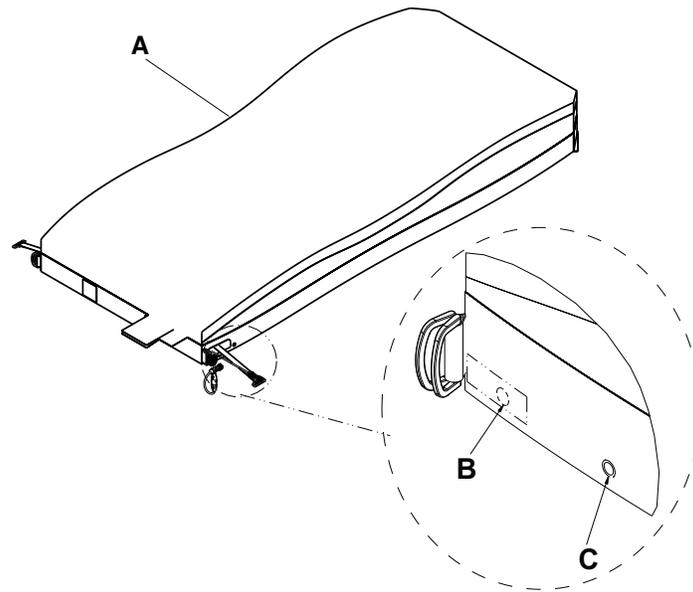

Figure 18 – Housse supérieure
5. Désenclencher les deux loquets de fixation (C) à chaque coin du côté pieds (Figure 18).
6. Désenclencher les deux attaches à chaque coin du côté pieds (B).
8. À l'aide de la tirette de fermeture à glissière, ouvrir la fermeture à glissière de la housse supérieure de la surface de support en démarrant par la housse inférieure (A) puis en arrêtant au milieu du côté opposé.